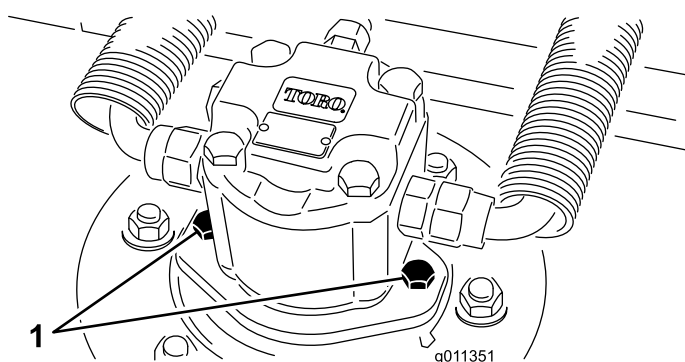

Figura 101
2. Scollegate e staccate il motore idraulico dall'apparato di taglio (Figura 101). Coprite la parte superiore del fusello per impedire che venga contaminato.
4. Montate il motore idraulico sul piatto di taglio (Figura 101). Verificate che l'O-ring sia in sede e non sia danneggiato.